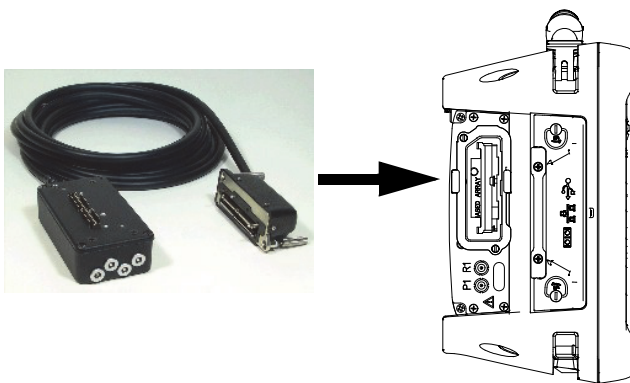

Figura 4-12 Esempio di un adattatore utilizzato per collegare le sonde UT al connettore PA
Se si seleziona la modalità del gruppo ad **ultrasuoni convenzionali (UT) [mediante un connettore PA]**, assicurarsi di collegare le sonde UT al connettore PA mediante uno degli adattatori disponibili (vedere esempio in Figura 4-12 a pagina 127).